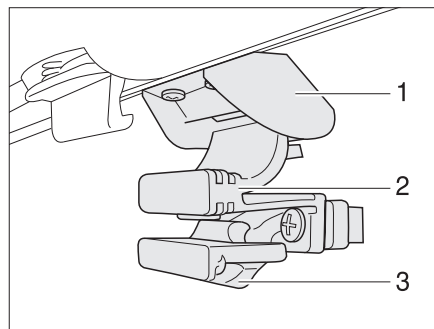

Fig. 49 Fenêtre dans la porte de cellule
- Pousser la sécurité (Fig. 49,3) vers le bas.
- Presser la poignée (Fig. 49,2) et faire glisser la fenêtre vers le bas.
- Faire glisser la fenêtre vers le haut jusqu'à ce que la poignée (Fig. 49,2) se verrouille dans le verrouillage (Fig. 49,1).